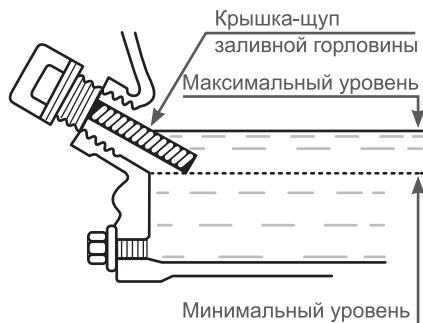

Рис.24
- Извлеките крышку/щуп заливного отверстия и на чисто протрите её (Рис.24).
Нормальным считается, когда масло находится на уровне нижнего края заливной горловины (A) Рис.24.